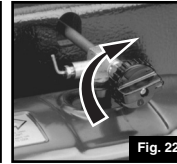

Fig. 22
- Cierre firmemente la VÁLVULA DE COMBUSTIBLE. (Fig. 22)